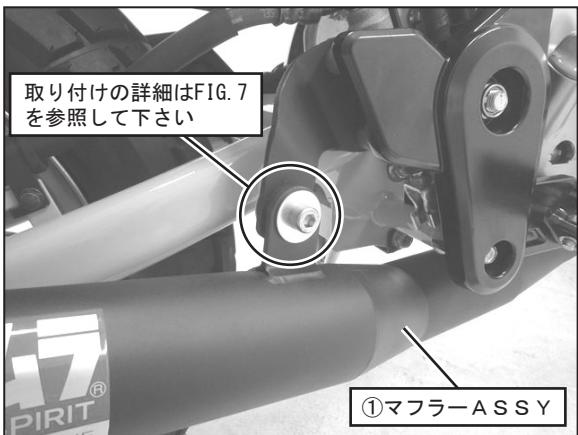

FIG. 6
6. ③キャップボルトM8×30、④平ワッシャM8×26、⑤フランジナットM8を使用して、①マフラーASSYを②サイレンサーステーに仮締めして下さい。（FIG. 6, 7参照）